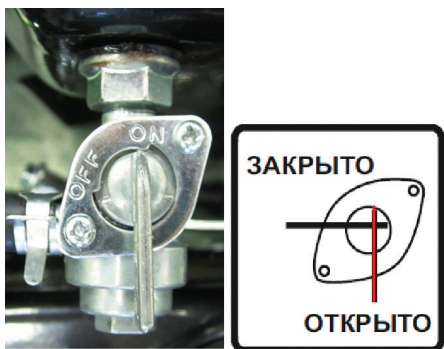

Рис. 12
1. Откройте топливный кран (положение «Открыто» или «ON») (Рис. 12)
2. Закройте топливный кран (положение «ЗАКРЫТО» или «OFF») (Рис. 12)